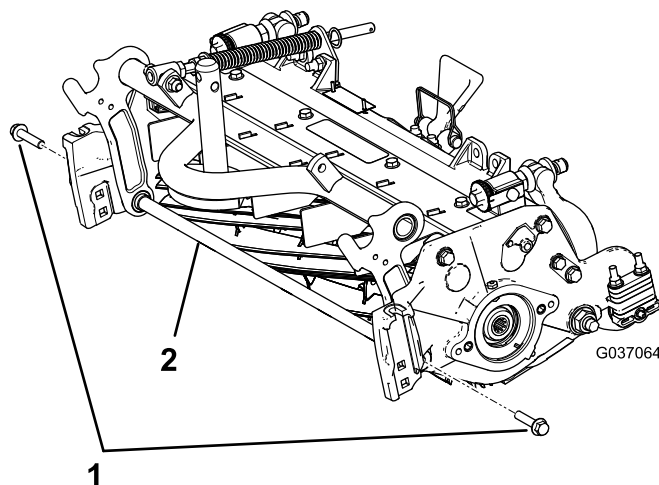

図 4
- A. サポートロッドを固定しているフランジヘッドボルト2本を外してサポートロッドを外す **図 4**。